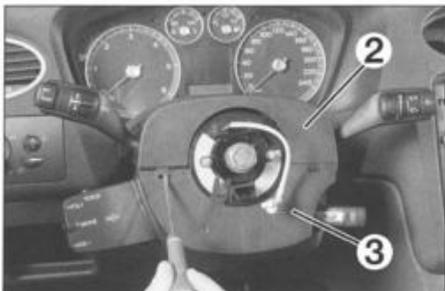

FIG. 6
- los guarnecidos (2) y (3) de la columna de dirección (fig. 6).